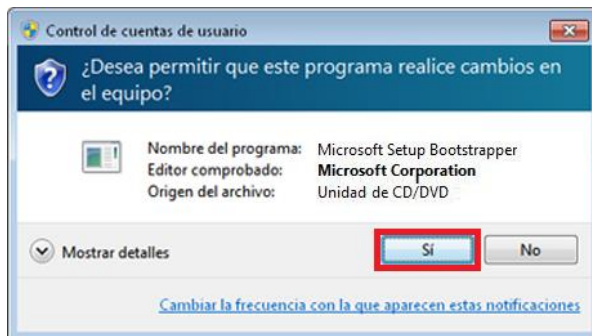

FIGURA 25 VENTANA EMERGENTE
3. Si aparece un mensaje en el que se te solicita permiso para continuar, haz clic en 'Sí' y espera mientras se inicia la instalación (figura 25).